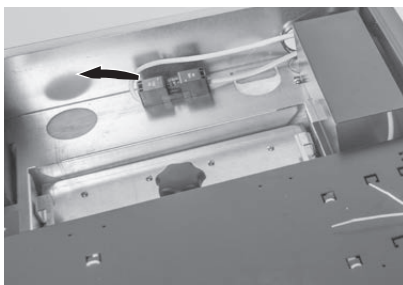

Fig. 67 Staccare la spina di rete dell'apparecchio
- ▶ Togliere assolutamente tensione alla caldaia (ad es. staccando la spina di rete) prima di effettuare qualsiasi lavoro di pulizia o riparazione – Fig. 67.
- Inserire la spina di rete dell'apparecchio – Fig. 67.